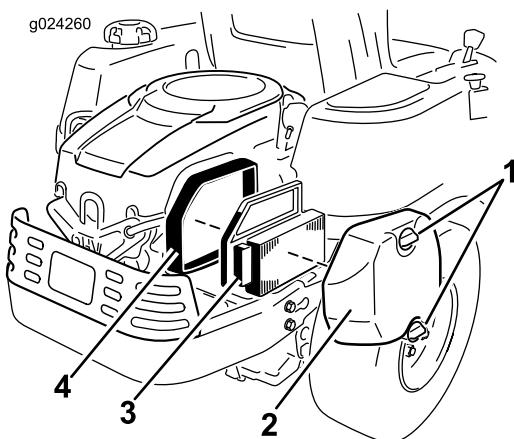

Bild 34
1. Nehmen Sie die Luftfilterabdeckung ab (Bild 34).
2. Entfernen Sie den Luftfiltereinsatz mit der integrierten Gummidichtung (Bild 34).
- Setzen Sie den Luftfiltereinsatz mit der gefalteten Seite nach außen ein und setzen Sie die Gummidichtung auf die Kanten der Luftfilterunterseite (Bild 34).
- Setzen Sie die Luftfilterabdeckung auf und befestigen Sie sie mit den zwei Handrädern (Bild 34).